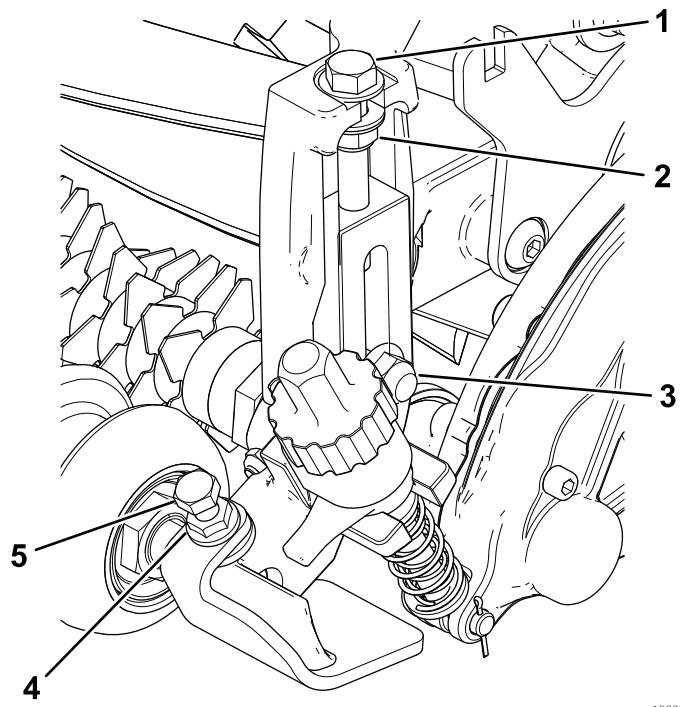

图12
4. 拧紧将剪草高度支架组件固定到侧板上的托架螺栓和锁紧螺母（图12）。
5. 拧紧剪草高度调节螺栓上的锁紧螺母，然后将锁紧螺母往回松开 $1/2$ 圈（图12）。
6. 将前滚筒放在剪草高度支架组件的中心，用平头螺丝和凸缘螺母将其固定到位（图12）。